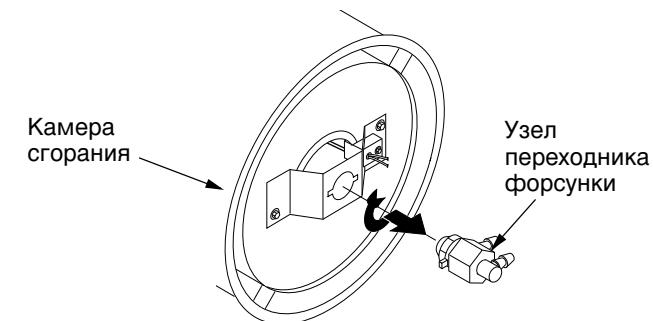

Рис. 20. Снятие узла форсунки/переходника
- Поверните узел форсунки на 1/4 оборота влево и снимите его, оттянув к электродвигателю (см. Рис. 20).